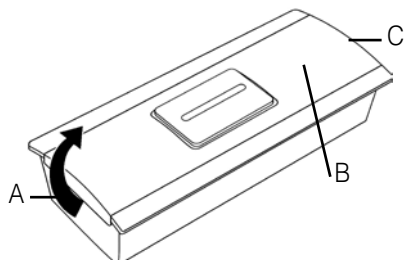

Figura 3: Pulsante campanello persona
- a) Rimuovere come prima cosa la facciata di plastica trasparente sollevando un lato della scatola (figura 3 A). Utilizzare un piccolo cacciavite eventualmente.